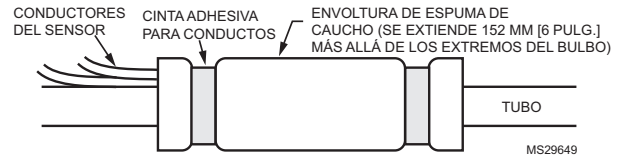

Fig. 1. Fijación del bulbo al tubo.
2. Asegure el bulbo al tubo con los zunchos. Ver Fig. 1.